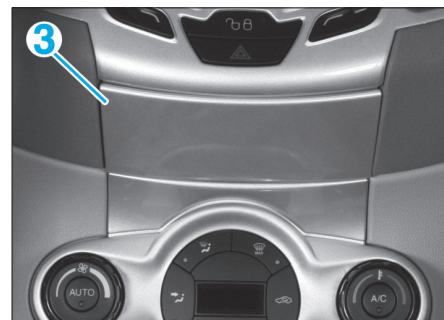

Fig. 23
- Déposer le volet (3) (Fig.23).